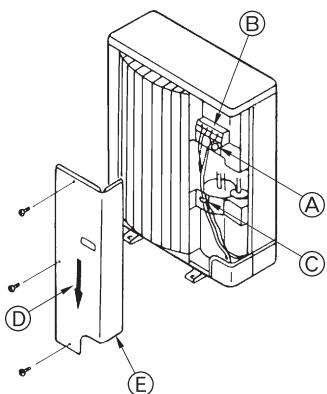

Fig. 6-2
- ① Внутренний прибор
- ② Наружный прибор
- ③ Пульт дистанционного управления
- ④ Основной выключатель/предохранитель
- ⑤ Устройство заземление
- ⑥ Основной выключатель/предохранитель для Электрического обогревателя
- ⑦ Устройство заземление для Электрического обогревателя
6.2. Подключение наружного блока (Fig. 6-2)